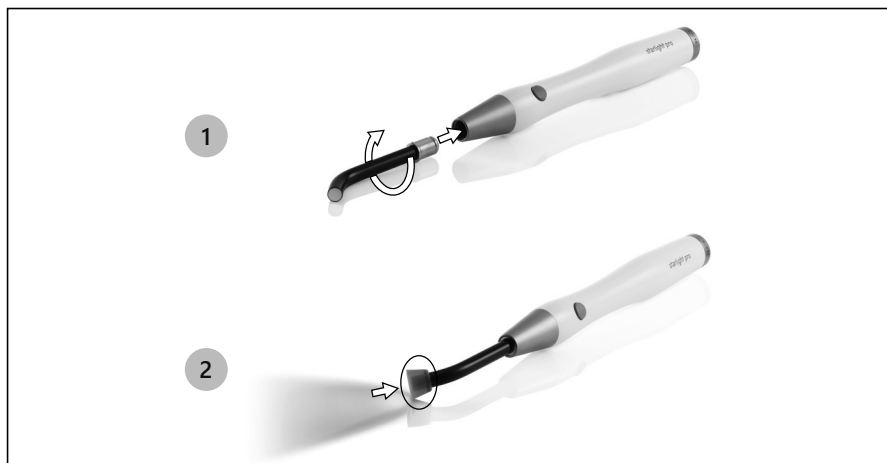

Figura 7 – Collegamento degli accessori
1. Inserire manualmente la fibra ottica sul manipolo, esercitando una leggera pressione e all'occorrenza, con movimento rotatorio, finché esso non scatti in sede (vedi Figura 7 a pagina 16);
2. Inserire manualmente la protezione ottica sulla fibra ottica (vedi Figura 7 a pagina 16).